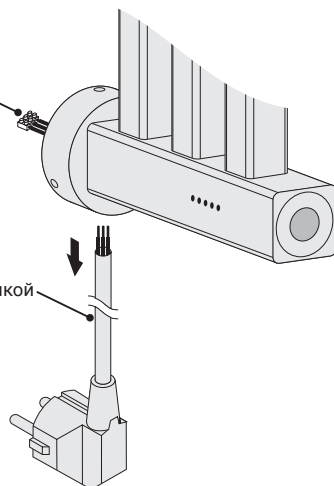

Рис.6
4.2.2. При подключении через скрытую проводку необходимо отсоединить сетевой шнур с вилкой от клеммной колодки (рис. 6).